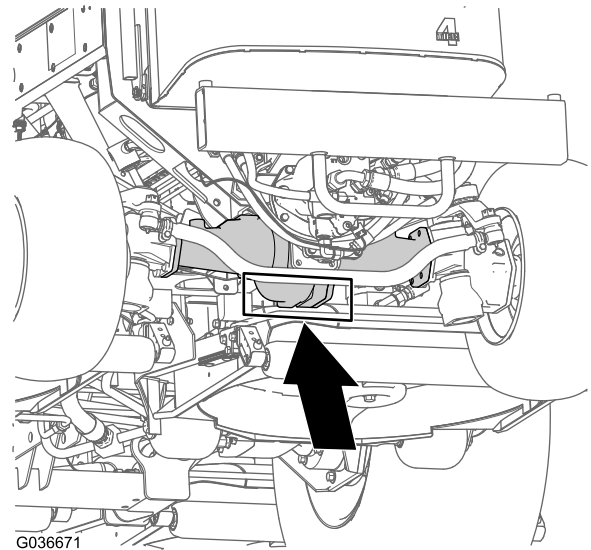

Figura 78
**Parte posteriore della macchina:** al centro dell'assale (Figura 78)